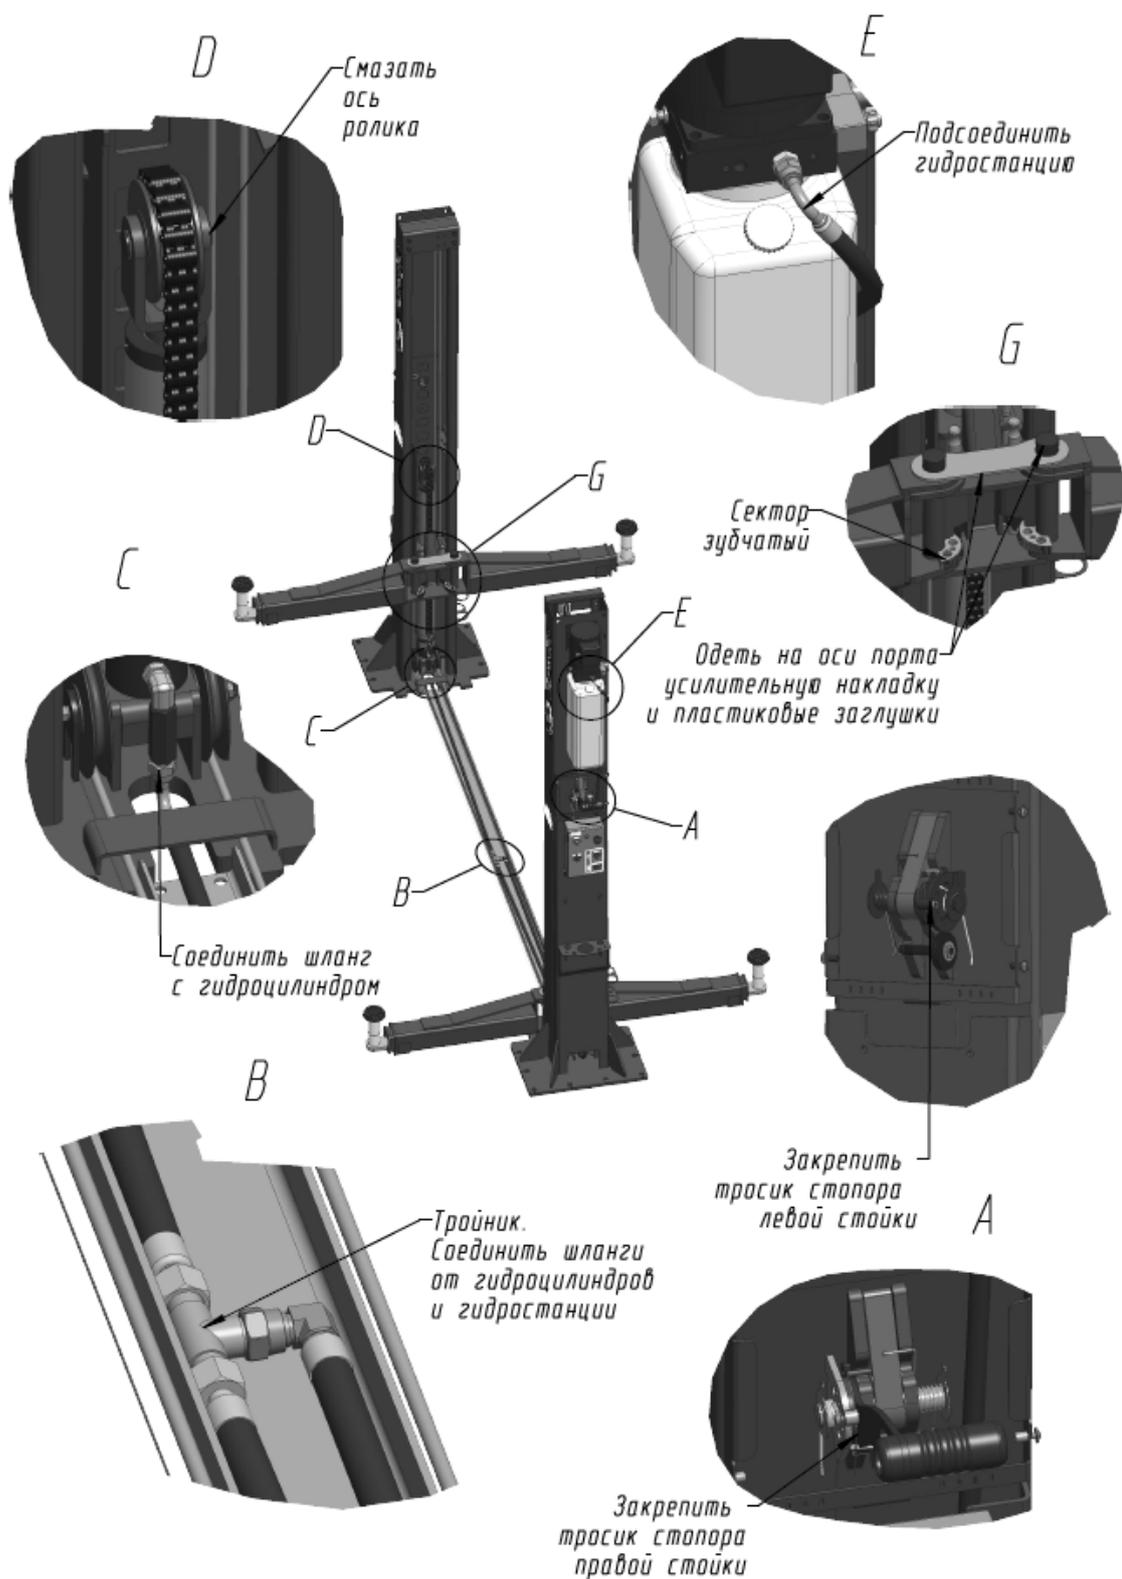

Рисунок 4 - Соединение рукавов высокого давления, точки смазки и крепление тросика стопорения.
6.5 Установить тросик системы стопорения (см. Рисунок 4). Для этого снять кожу правую и левую стойки. Тросик системы стопорения зафиксировать на барабане правой стойки (см. Рисунок 4, вид А). Другой конец тросика протянуть к барабану левой стойки – вниз, затем горизонтально с использованием отклоняющих блоков и вверх (перед барабаном левой стойки закреплен еще один отклоняющий блок). Выбрать слабину тросика и зафиксировать его на барабане левой стойки.
6.12 Установить шайбы оси порта каретки 40,5х0,8. Затем установить подхваты на вваренные в каретки оси и зафиксировать, закрепив на нижней вилке подхвата зубчатые секторы. Убедиться, что подхваты опираются на шайбы оси. На оси портов кареток надеть усилительные накладки и заглушки оси порта каретки (пластик) (см. Рисунок 4). Эксплуатация подъемника без установки секторов и накладок не допускается.